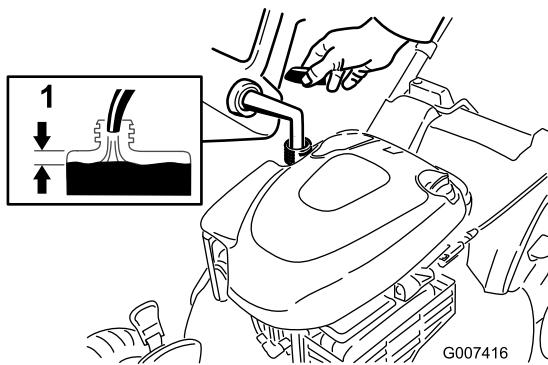

Figura 15
- Pulite l'area intorno al tappo del serbatoio del carburante e togliete il tappo (Figura 15).